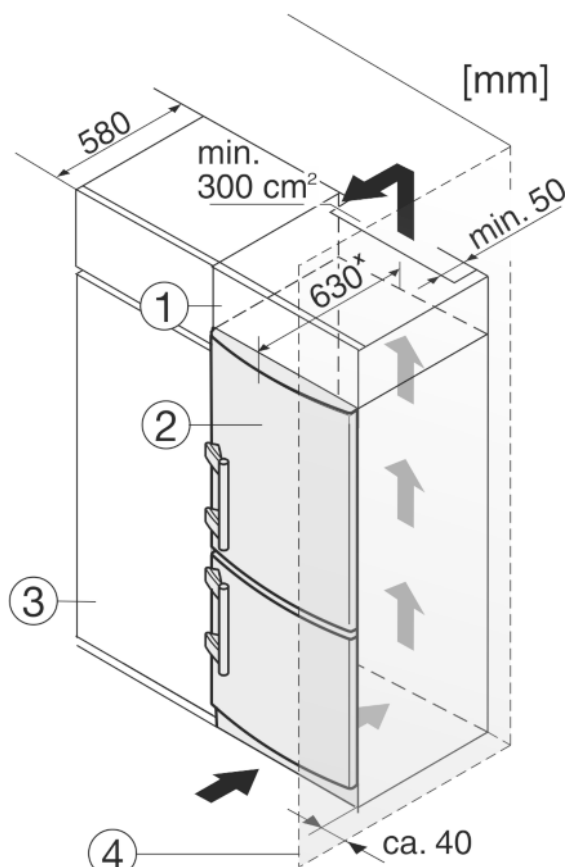

Fig. 8
- (1) Nastavbová skříň
- (2) Spotřebič
- (3) Kuchyňská skříň
- (4) Stěna
Zařízení lze zabudovat do vybavení kuchyně. K vyrovnání přístroje Fig. 8 (2) na výšku kuchyňské linky lze na přístroj nasadit odpovídající nastavtec Fig. 8 (1).
Při montáži do kuchyňských skříní (hloubka max. 580 mm) lze přístroj instalovat hned vedle kuchyňské skříně Fig. 8 (3). Přístroj přesahuje přední stěnu kuchyňské skříně na stranách o 34 mm* a uprostřed o 50 mm*.
Když se přístroj instaluje závěsy vedle stěny Fig. 8 (4), musí být vzdálenost přístroje od stěny alespoň 40 mm. To odpovídá přesahu madla při otevřených dveřích.